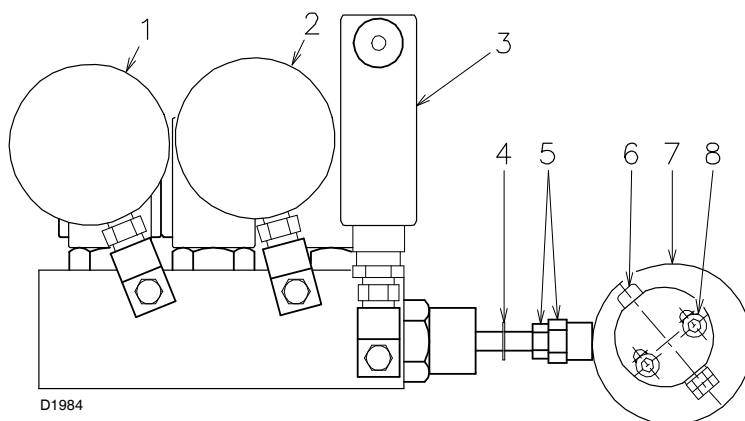
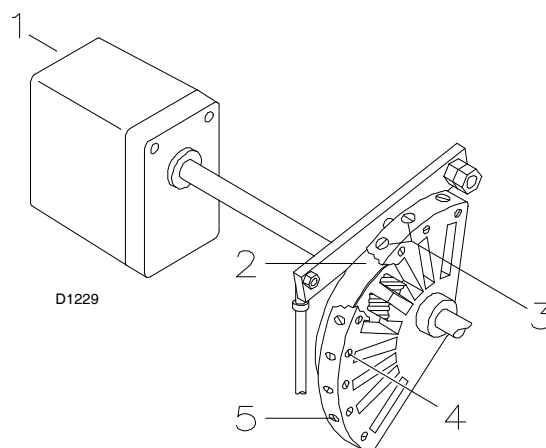

Fig. 24
Fig. 27
La presión de combustible en salida de la boquilla está regulada por el grupo regulador de presión y se visualiza en el manómetro 1) (Fig. 24).
La presión de combustible en retorno de la boquilla está regulada por el grupo regulador de presión y se visualiza en el manómetro 2) (Fig. 24).
La regulación de la presión MÍNIMA de combustible en retorno de la boquilla se efectúa sólo y únicamente mediante la tuerca 5) (Fig. 24); apretar la tuerca para disminuir la presión y viceversa.
La regulación de la presión MÁXIMA de combustible en retorno de la boquilla se efectúa sólo y únicamente mediante la tuerca 6) (Fig. 24) de la excéntrica 7) (Fig. 24); apretar la tuerca para disminuir la presión y viceversa.
La regulación del aire se efectúa mediante dos tornillos 3) de la leva de perfil variable 2) (Fig. 27, pág. 23) que manda el registro del aire; apretar dichos tornillos para aumentar el caudal de aire y viceversa.
Antes de encender el quemador, preparar para la activación los reguladores de aire y combustible; desenroscar los tornillos 4) de la leva 2) (Fig. 27), desenroscar la tuerca y la contratuerca 5) (Fig. 24) y los dos tornillos 8) (Fig. 24) del grupo regulador de presión y excéntrica (Fig. 24).
Regular la presión de combustible en retorno de la boquilla, mediante la tuerca 5) (Fig. 24); así se ajusta la presión deseada para el encendido y el caudal mínimo.
Una vez alcanzada la abertura máxima del servomotor, regular la presión de combustible en retorno de la boquilla siempre solamente mediante el tornillo 6) (Fig. 24) de la excéntrica; así se ajusta la presión deseada para el caudal máximo.
Enroscar el tornillo 6) (Fig. 24) solamente cuando corresponde un aumento de presión; así se asegura una variación en todo el ángulo de rotación.
Ahora se debe bloquear la tuerca y la contratuerca 5) (Fig. 24) y los dos tornillos 8) (Fig. 24) del grupo regulador de presión.
Sólo después de haber ajustado la presión mínima y máxima, regular de modo preciso la combustión en diversas posiciones de modulación mediante la regulación del caudal de aire con los tornillos 3) (Fig. 27) de la leva.
Una vez completada la regulación de la combustión, bloquear los tornillos 4) (Fig. 27) y volver a controlar el encendido: debe producirse un ruido parecido al de funcionamiento sucesivo. En caso de que existiesen pulsaciones, reducir el caudal de encendido.
- Para una regulación correcta, la excéntrica 7) (Fig. 24 pág. 22) debe trabajar en toda el área del servomotor ($20^\circ \div 130^\circ$): una variación de presión debe corresponder a cada posición del servomotor.
- No situar el pistón del variador a tope: el anillo de ajuste 4) (Fig. 24, pág. 22) determina la máxima carrera.